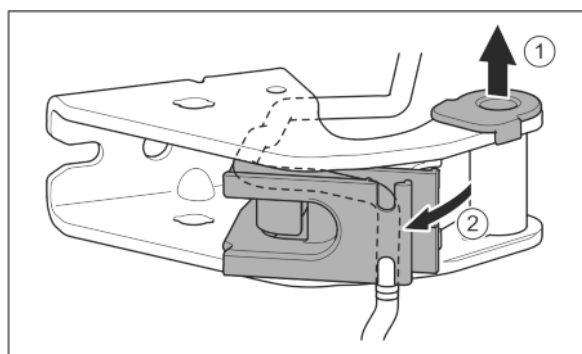

Fig. 28
- ▶ Опорную втулку вывести из направляющей. Fig. 28 (1)
- ▶ Отвести в сторону держатель кабеля. Fig. 28 (2)